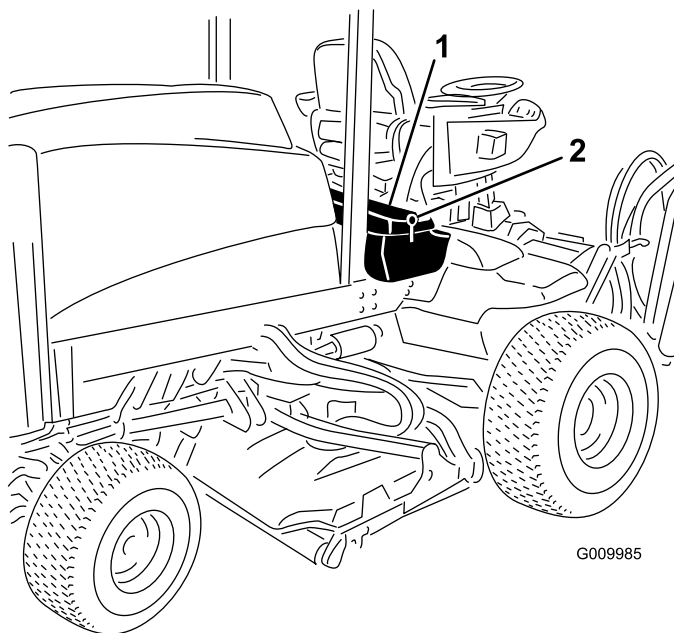
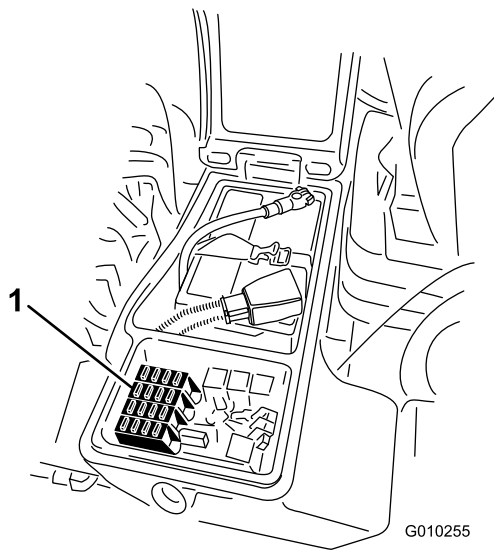

Figure 50
Figure 51
- Ouvrez le verrou du couvercle du bac de rangement droit et soulevez le couvercle (Figure 50) pour exposer le porte-fusibles (Figure 51).
- Remplacez le(s) fusible(s) dans les emplacements libres selon les besoins (Figure 51).
- Refermez le couvercle du bac de rangement droit et fixez-le avec le verrou (Figure 50).